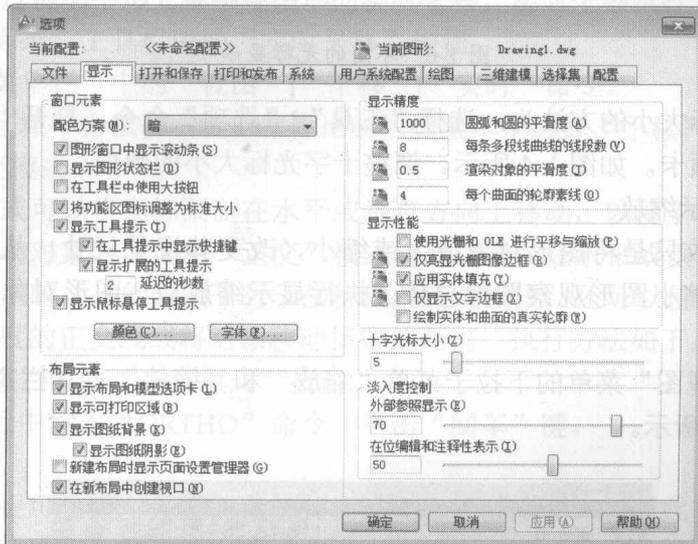
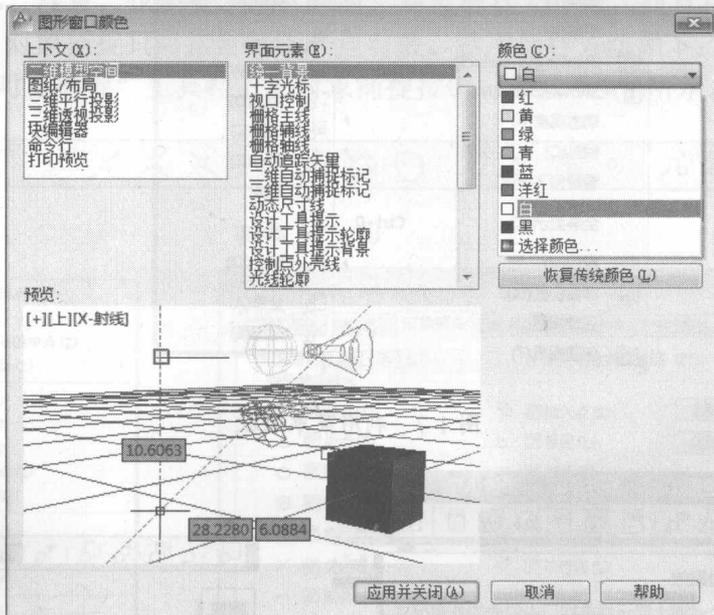

图 1-4 背景颜色“显示”选项卡
图 1-5 “图形窗口颜色”选项卡
(3) 设置绘图区背景色。选择“工具”|“选项”命令，打开“选项”对话框，选择“显示”选项卡，如图 1-4 所示。选择“颜色”按钮，在如图 1-5 所示的“图形窗口颜色”对话框中，在“颜色”选项下选择白色或黑色。
设置十字光标大小的方法为：选择“工具”|“选项”命令，打开“选项”对话框，选择“显示”选项卡，如图 1-4 所示。调整十字光标大小的数值。